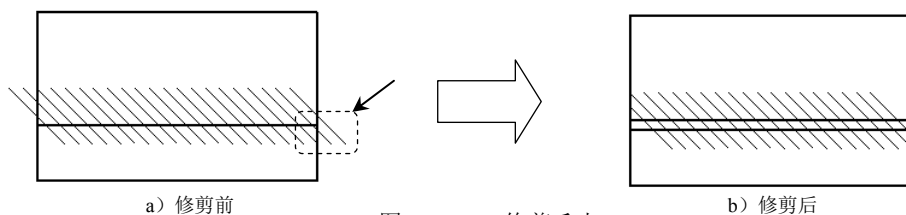

图 6.11.13 修剪毛虫
- **剪裁边线(T):** 区域: 该区域是在选中焊接边线后显示的,主要用于修剪毛虫,如图 6.11.13 所示。